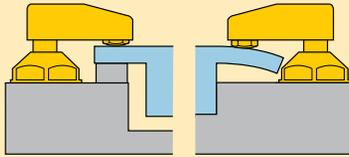

Figura 6
- Uma força de fixação somente deve ser aplicada à peça, quando esta estiver apoiada, conforme mostrado na Figura 6.